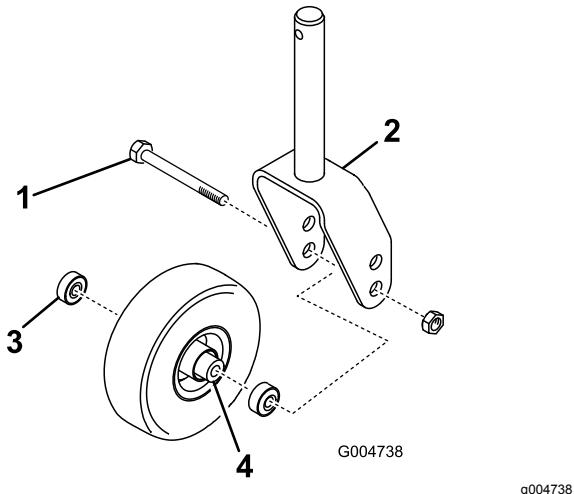
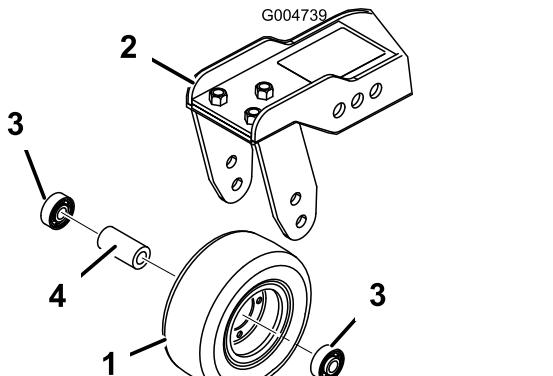

Figura 113
Figura 114
1. Retire a porca de bloqueio do parafuso que fixa o conjunto da roda giratória entre a forquilha da roda giratória (Figura 113) ou o braço articulado da roda giratória (Figura 114).
- Retire o rolamento do cubo da roda e deixe cair o espaçador do rolamento para fora (Figura 113 e Figura 114).